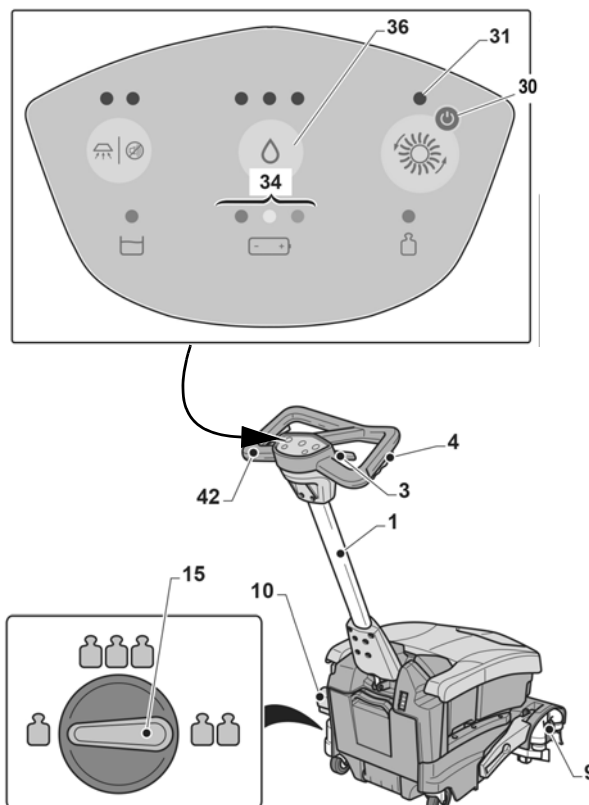

Abb. 20: Betrieb
Schritt 1: Nachdem Sie die Maschine gestartet und den Zyklus ausgewählt haben, beginnen Sie die Reinigung, indem Sie die Hebel (Pos. 4, Abb. 20) oder den Hebel (Pos. 3, Abb. 20) drücken und gedrückt halten; danach schalten Sie die Maschine mit den Tastern (Pos. 42, Abb. 20) auf dem Griff (Pos. 1, Abb. 20) ab.
Durch Freigabe der Hebel (Pos. 4, Abb. 20) oder des Hebels (Pos. 3, Abb. 20) werden die Bürstendrehung und die Wasserversorgung abgeschaltet, während der Sauger für weitere 10 Sekunden läuft.
Schritt 2: Stellen Sie ggf. die Wassermenge über den Schalter (Pos. 36, Abb. 20) ein.
Schritt 3: Prüfen Sie den Ladezustand der Maschine anhand der LED (Pos. 34, Abb. 20) (nur für die batteriebetriebene Version).
Schritt 4: Stellen Sie ggf. den Bodendruck der Bürste über den Schalter (Pos. 15, Abb. 20) ein.
Schritt 1: Bei Beendigung der Reinigung unterbrechen Sie die Wasserversorgung, bevor Sie die Maschine abschalten, durch Betätigen des entsprechenden Tasters und fahren Sie mit dem Sauger und der angebrachten Drehbürste fort, um die gesamte Flüssigkeit vom Boden und von der Bürste aufzusaugen, und heben Sie dann die Hebel (Pos. 4, Abb. 20) an.
Schritt 2: Heben Sie die Bürstengruppe (Pos. 9, Abb. 20) an, indem Sie das Pedal (Pos. 10, Abb. 20) ganz durchdrücken und es in der dazugehörigen Aussparung blockieren.
Schritt 3: Drücken Sie den Taster (Pos. 30, Abb. 20), die LED (Pos. 31, Abb. 20) erlischt.